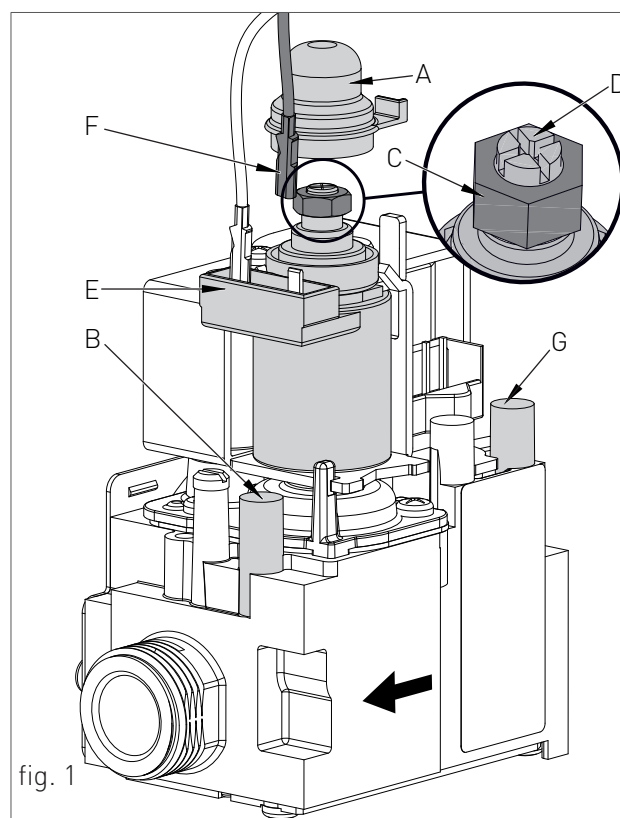

fig. 1
- › Dacă nu, scoateți capacul, A ”(fig. 1) și utilizând o cheie de 10 mm, rotiți piulița, C ”(fig. 1) până când manometrul indică presiunea corectă.
- › Scoateți capacul, A ”(fig. 1) din modulator și verificați dacă piulița, C ”(fig. 1) este strânsă complet.
- › Deconectați unul dintre cele două mufe de alimentare „F” (fig. 1) de pe modulatorul „E” (fig. 1) și verificați că presiunea gazului de pe manometru este conformă
- › Dacă nu, țineți piulița, C ”în loc cu o cheie de 10 mm și folosiți o șurubelniță cu cap plat pentru a roti șurubul 'D' (fig. 1) până când manometrul indică presiunea corectă.
- › Reconectați alimentarea mufei la modulatorul 'E' (fig. 1);
- › Reajustați capacul, A ”(fig. 1) pe modulator în poziția inițială pentru o funcționare corectă.